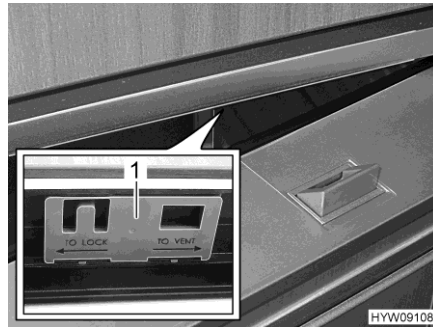

Bild 124 Kühlschranktür (Lüftungsstellung)
- Schieber (Bild 124,1) nach rechts schieben.